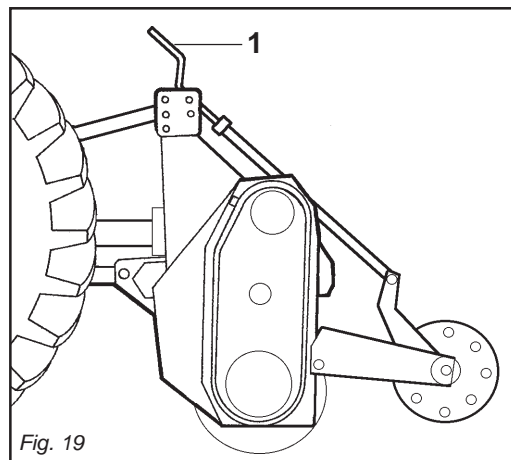

Fig. 19
**Macchine con rullo:** la regolazione della profondità in queste macchine si effettua ruotando la manovella centrale (1 Fig. 19).
**Machine with roller:** to adjust working depth on this type of machine is adjusted either the center crank (1 Fig. 19).
**Maschine mit Walzen:** die Tiefeneinstellung bei diesen Maschinen erfolgt über den zentralen Handgriff (1 Abb. 19).
**Machine avec rouleau:** pour le régler de la profondeur sur ces machines s'effectue avec la manivelle centrale (1 Fig. 19).
**Máquinas con rodillo:** el ajuste de la profundidad en estas máquinas se efectúa por medio de la manivela central (1 Fig. 19).